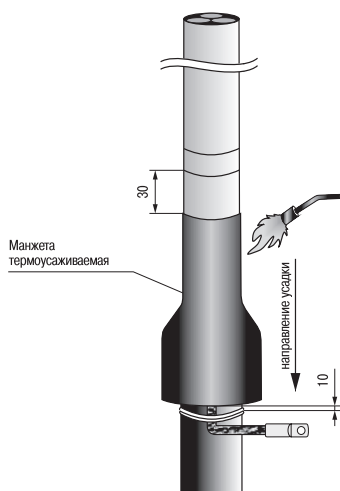

Рисунок 7
4.14 Надвинуть термоусаживаемую манжету для герметизации оболочки поверх герметика на расстояние 30 мм от второго кольцевого надреза и усадить, начиная с металлической оболочки кабеля и далее, двигаясь в сторону брони и защитного покрова кабеля (рисунок 7).